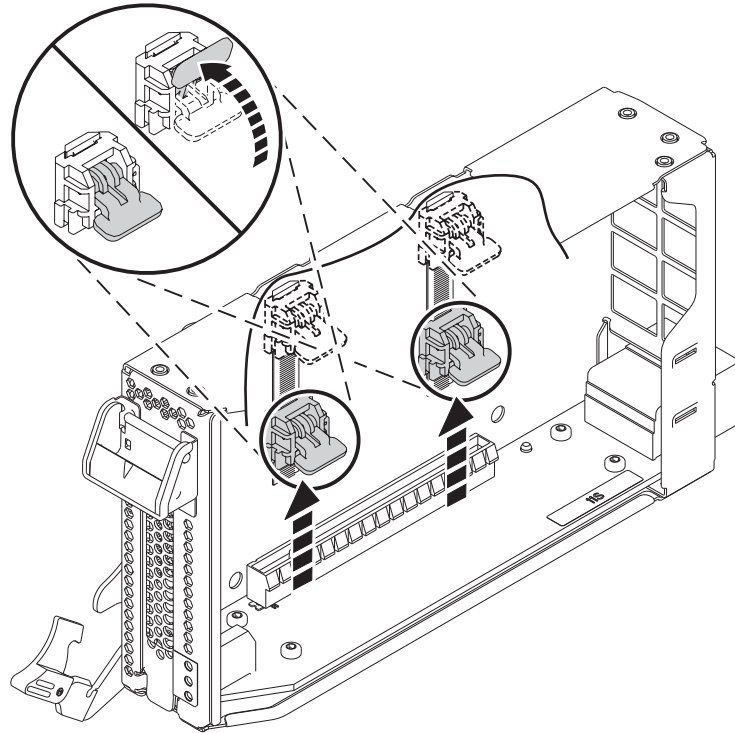

Figura 28. Desbloqueig dels trinquets del casset
- a. Desbloquegeu ambdós trinquets del casset fent-los girar, tal com es mostra a la Figura 28 a la pàgina 29.
- b. Empenyeu els trinquets del casset fins a l'extrem superior del casset, tal com es mostra a la Figura 28 a la pàgina 29.